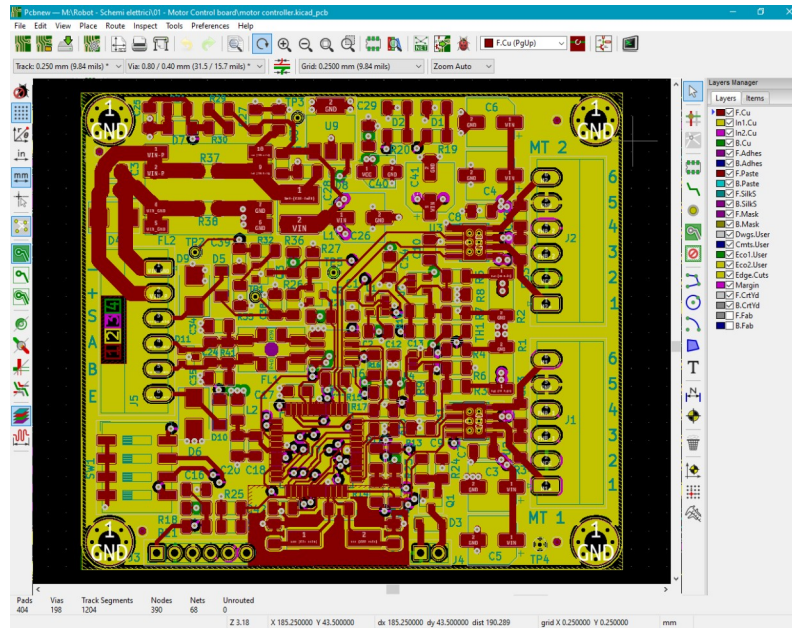

Figura 2: Esempio di KiCad e la realizzazione dello sbroglio del PCB.
- Realizzazione del Layout (Figura 2).